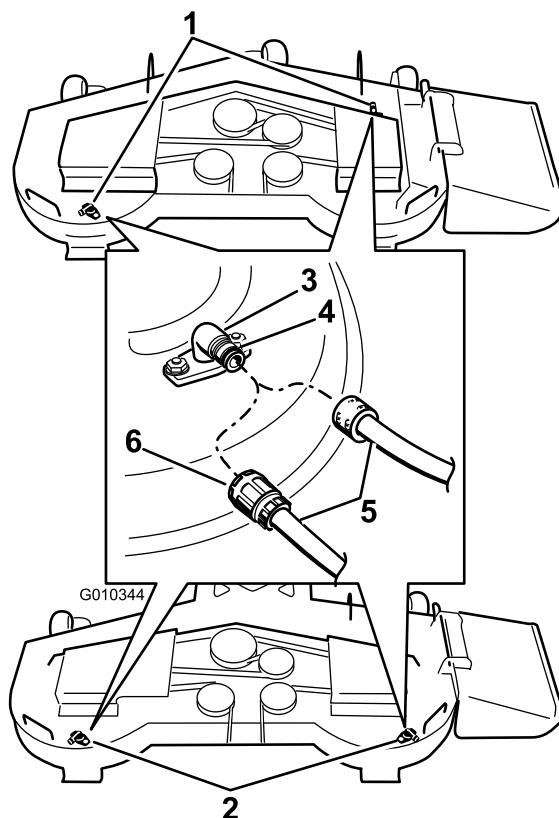

Bild 78
3. Montieren Sie die Schlauchkupplung auf die Kupplung am Mähwerk-Spülanschluss und drehen Sie das Wasser mit starkem Druck auf (Bild 78).